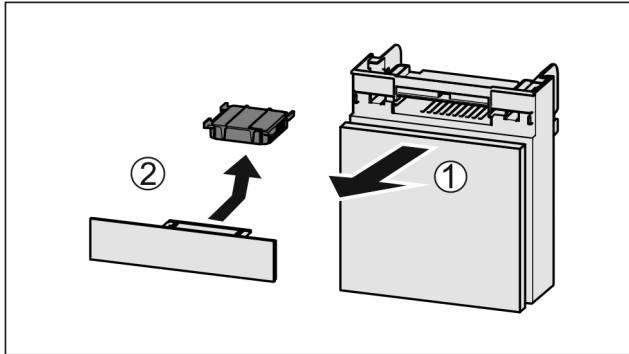

Fig. 83
- ▶ Fach nach vorne herausziehen Fig. 83 (1).
- ▶ Aktivkohlefilter entnehmen Fig. 83 (2).